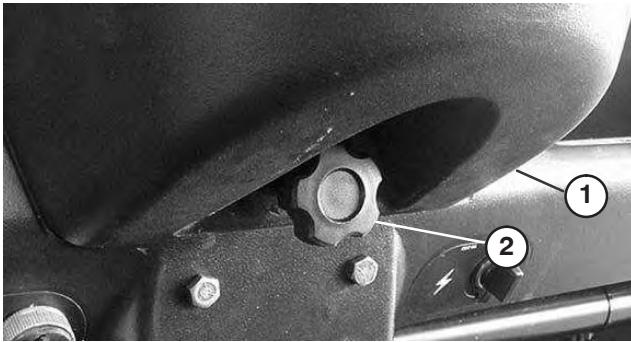

Bild 20
2. Lösen Sie das Handrad, mit dem der Getränkehalter am Armaturenbrett befestigt ist (Bild 20). Nehmen Sie den Getränkehalter vom Armaturenbrett ab.